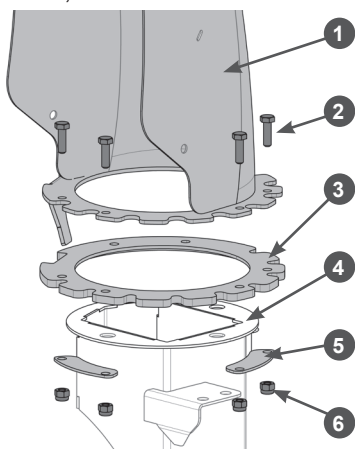

Рис. 12. Установка желоба выброса снега
- Установите желоб 1 на фланец 4 отверстия выброса через пластиковое кольцо 3, закрепите с помощью пластин 5, болтов М6×20 (2) и самостопорящихся гаек М6 (6) с неметаллической втулкой (Рис. 12). При затяжке гаек не прикладывайте чрезмерное усилие, это может вызвать деформацию пластикового кольца. Момент затяжки 0,5 кгс·м.